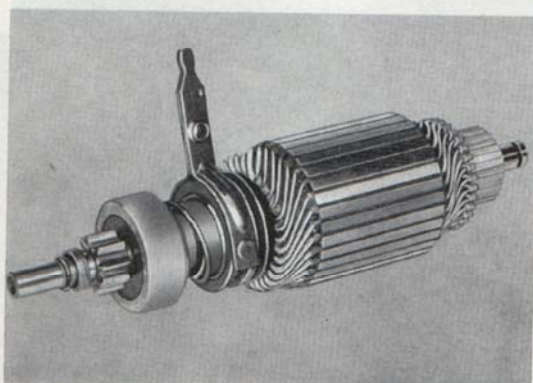

Bild 49. Rotor med startdrev.
12. Lyft ur rotor med drev och hävarm ur lagerskölden, bild 49.